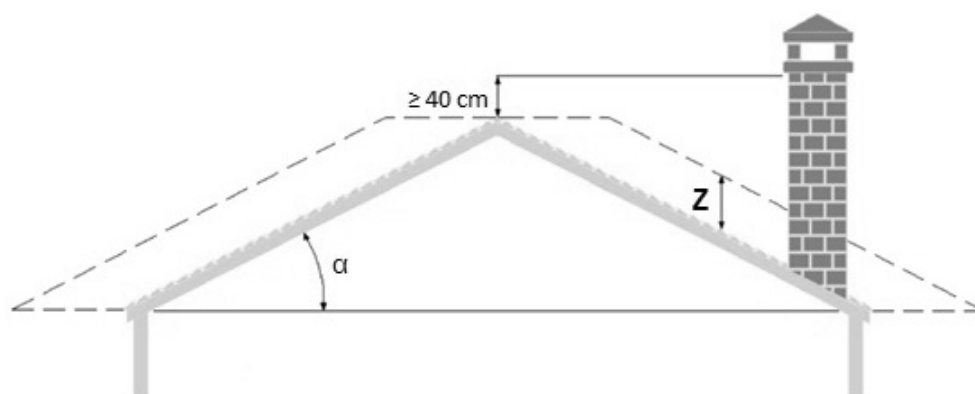

Fig. 6 - Zones de reflux
- Il faut éviter le positionnement de la sortie du terminal dans les zones de reflux (zones « z » dans la Fig. 6) qui varient en fonction de l'inclinaison du toit.
LÉGENDE	Fig. 6